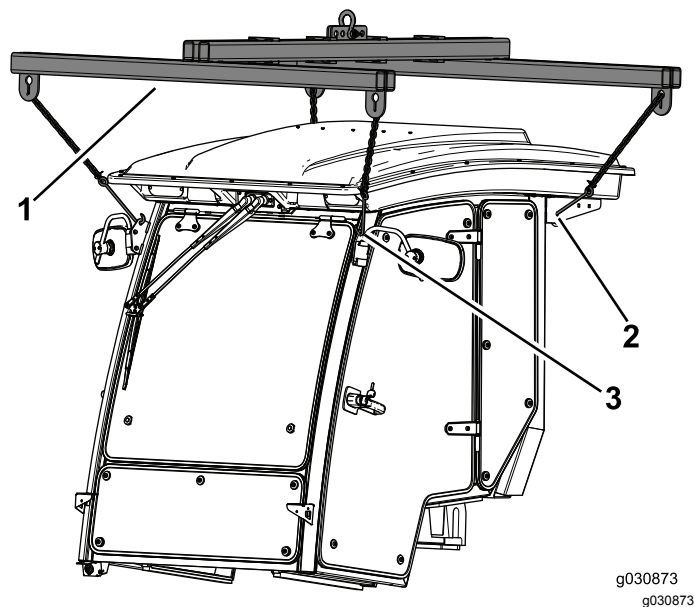

図 64
1. 吊り上げポイント4ヶ所を使って、キャブを機体の上につるす 図 64。